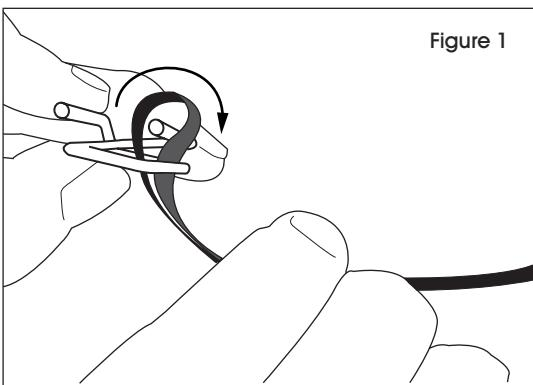

Figure 1
1. Insert end of strapping up through center of buckle and around open leg to form a loop. Pull top tight around leg. (See Figure 1)
1. Insérez l'extrémité du feuillard de cerclage à travers le centre de la boucle, vers le haut, puis autour de la patte ouverte formant ainsi un noeud. Tirez la partie supérieure fermement autour de la patte. (Voir Figure 1)